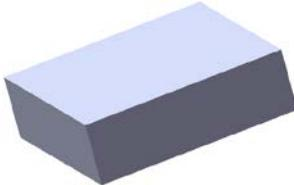
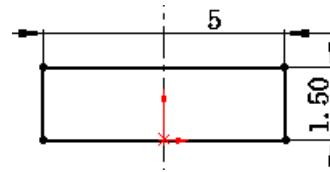

图 4.3 凸台-拉伸 1
图 4.4 横断面草图
Step2. 创建图 4.3 所示的零件基础特征——凸台一拉伸 1。
- (1) 选择命令。选择下拉菜单 **插入(I)** → **凸台/基体(B)** → **拉伸(E)...** 命令(或单击“特征(F)”工具栏中的 按钮)。
- (2) 定义特征的横断面草图。
- ① 定义草图平面。选取前视基准面作为草图平面。
- ② 定义横断面草图。在草图环境中绘制图 4.4 所示的横断面草图。
- ③ 选择下拉菜单 **插入(I)** → **退出草图** 命令，退出草图环境，此时系统弹出“凸台—拉伸”对话框。
(3) 定义拉伸深度属性。
① 定义深度方向。采用系统默认的深度方向。
- ② 定义深度类型和深度值。在“凸台—拉伸”对话框 **方向1** 区域的 **下拉列表** 中选择 **两侧对称** 选项，在 **文本框** 中输入深度值 5.0。